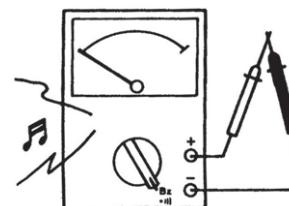
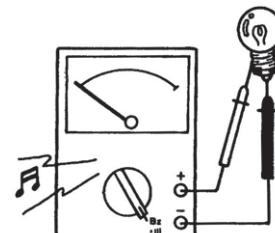

図5-10
図5-11
- ① レンジスイッチを導通チェックレンジに切換えます。〔図5-10〕
- ② 赤色と黒色のテスストリードをショートさせ、ピーという連続のブザー音がするのを確認します。
- ③ テスストリードを離して、今度は測定しようとする回路の両端に当てて導通をチェックします。〔図5-11〕